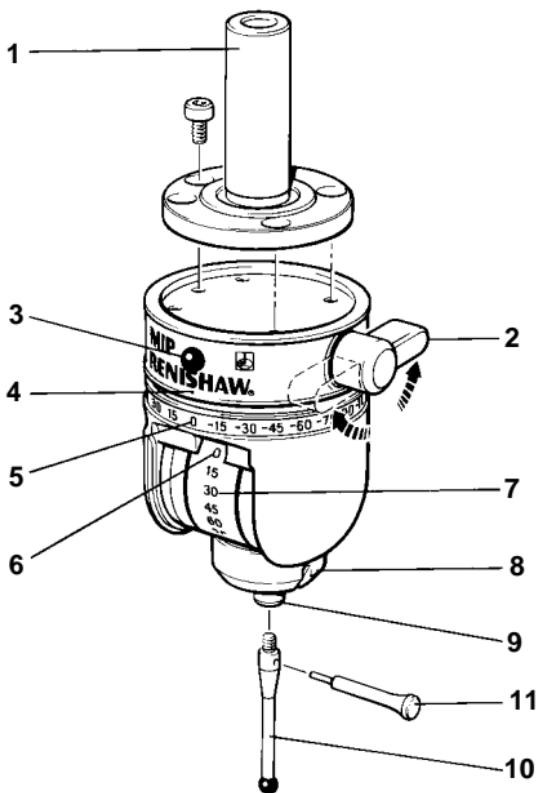

Figure 1 - MIP (vue de face)
3.1 Vue de face (Voir la Figure 1)